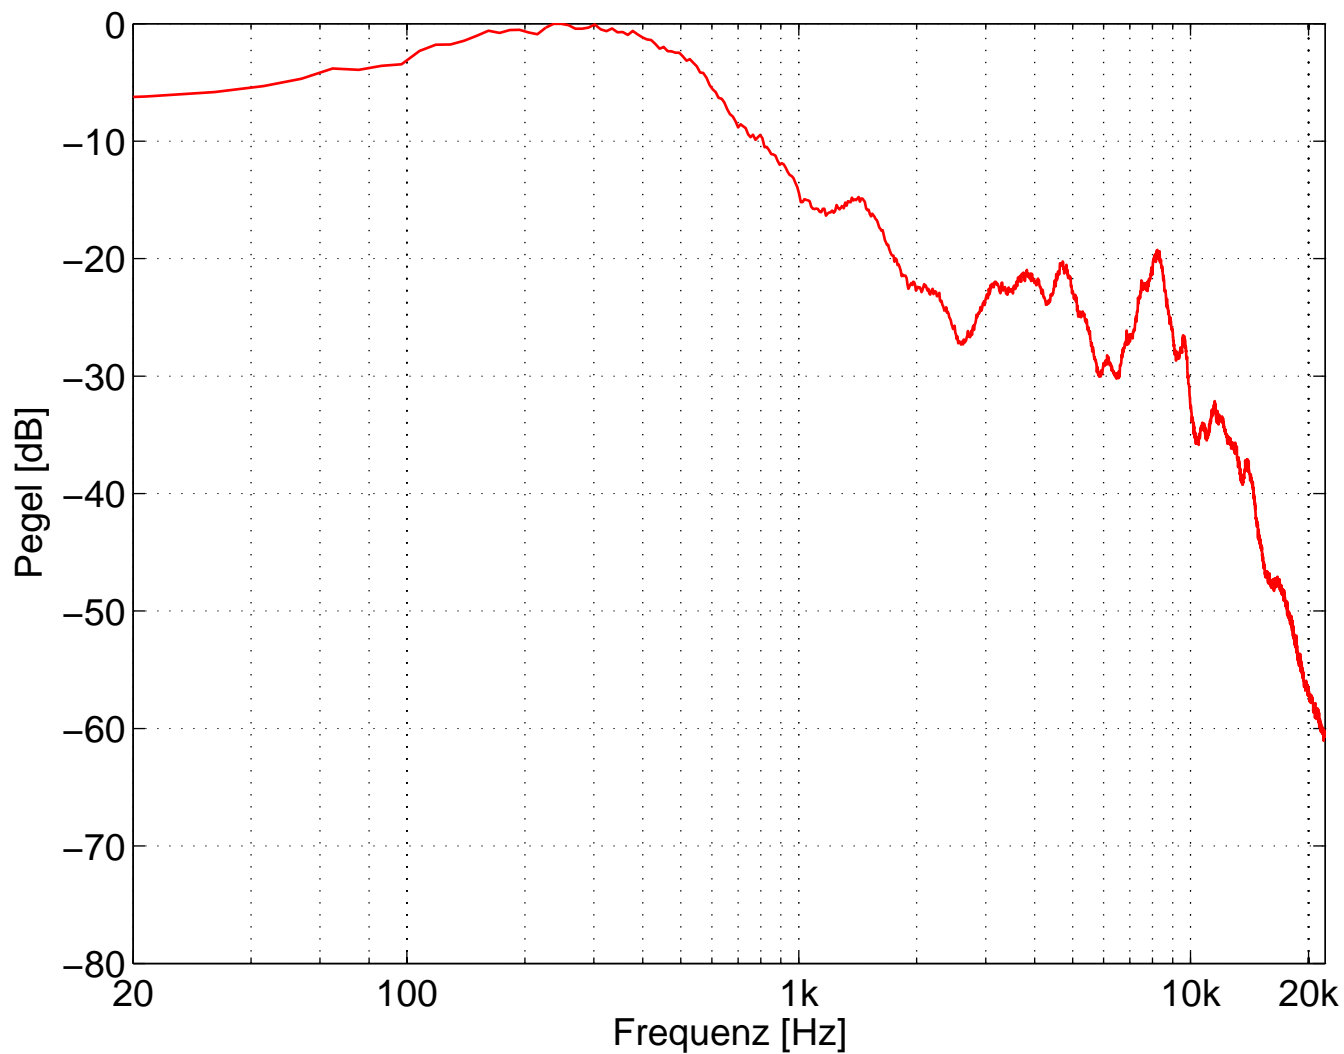

Abbildung 31: Spektrum „Rauschen Englischer (UK) Ziffern-Tripel Test“
Das Amplitudenspektrum des Kalibriersignal der Messung „Englischer (UK) Ziffern-Tripel Test“ (Rauschen Englischer (UK) Ziffern-Tripel Test) ist in Abbildung 31 abgebildet. Das Spektrum wurde auf 0 dB normiert.